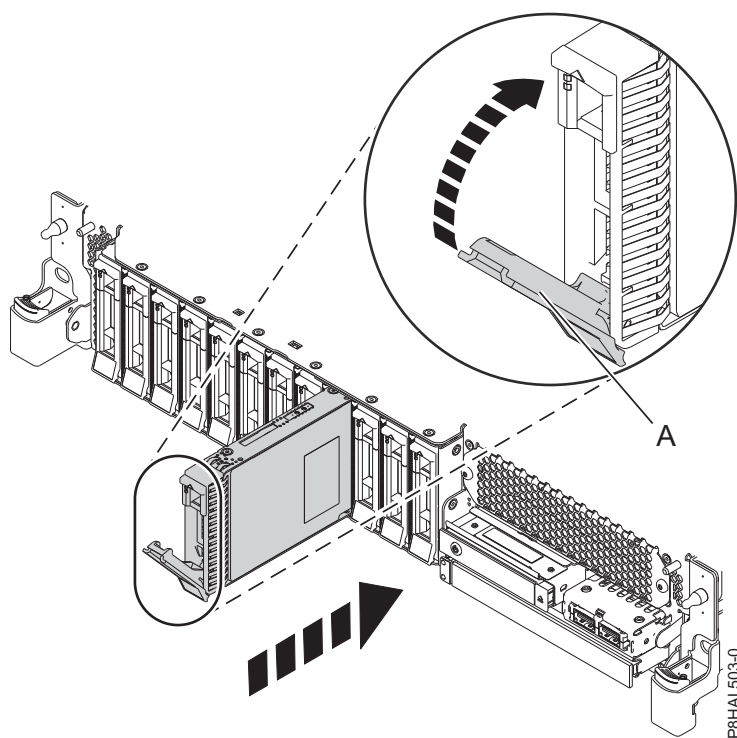
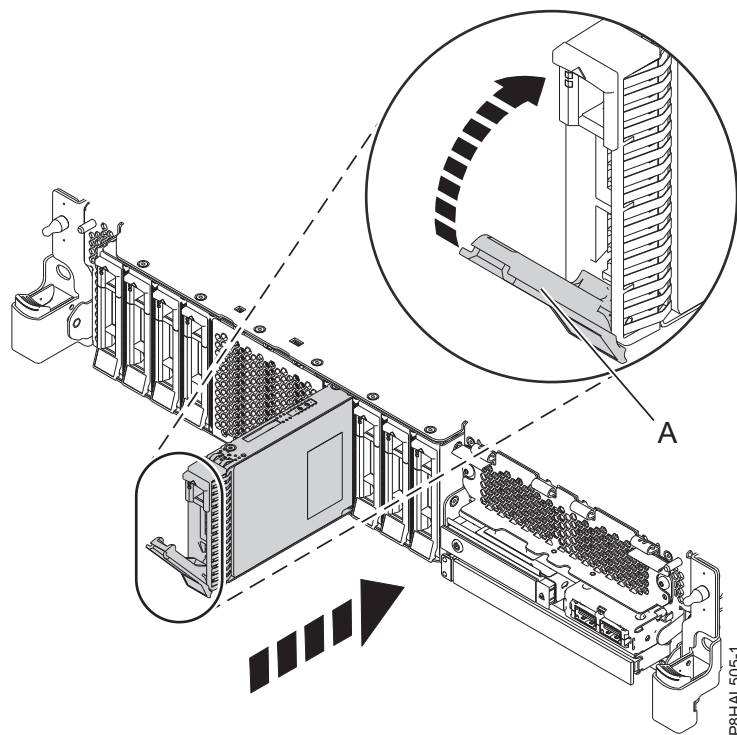

Figura 78. Substitució d'una unitat de disc d'un sistema de funció bàsica
Figura 79. Substitució d'una unitat de disc en un sistema de funció expandida
4. Desbloquegeu la nansa del compartiment d'unitats (**A**) prement-la i estirant-la cap a vosaltres. Si la nansa no s'estén del tot, la unitat no podrà lliscar en el sistema. Consulteu Figura 78 a la pàgina 81 i Figura 79 a la pàgina 81.
9. Quan el LED d'identificació es torni fix, moveu la unitat al fons del sistema i pressioneu la nansa de la unitat (**A**) fins que quedi bloquejada, tal com es mostra a Figura 78 a la pàgina 81 i Figura 79 a la pàgina 81.